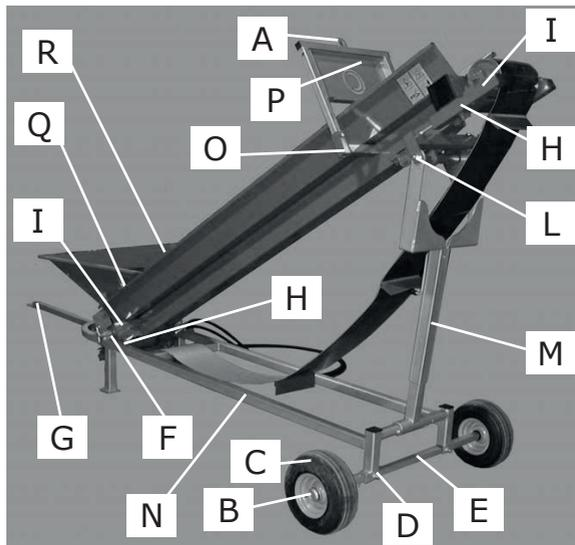

Abb. 6
1. Das Förderband in die Position bringen, die in Abbildung 6 gezeigt ist. Dazu wiederholt man das Installationsverfahren auf Seite 15 in umgekehrter Reihenfolge.
3. Die Befestigungsmuttern (**Bez. B Abb. 6**) lösen und die Räder (**Bez. C Abb. 6**) abmontieren;
4. Die Befestigungsschrauben (**Bez. D Abb. 6**) lösen und die Achse (**Bez. E Abb. 6**) entfernen;
5. Die Befestigungsschrauben (**Bez. F Abb. 6**) lösen und die Struktur mit der Bewegungsstange (**Bez. G Abb. 6**) entfernen;
6. Die Befestigungsschrauben (**Bez. H Abb. 6**) lösen und die Walze (**Bez. I Abb. 6**) entfernen;
8. Die Befestigungsbolzen (**Bez. L Abb. 6**) lösen und die Haltestruktur (**Bez. M Abb. 6**) soweit drehen, bis sie auf der Basisstruktur (**Bez. N Abb. 6**) aufliegt;
11. Die Befestigungsmuttern (**Bez. O Abb. 6**) lösen und den Schutz (**Bez. P Abb. 6**) abmontieren;
12. Die Sicherheitsdorne (**Bez. Q Abb. 6**) lösen und den Trichter (**Bez. R Abb. 6**) entfernen;
13. Die Bauteile (**Bez. C, E, G, I, P und R Abb. 6**) auf das Förderband legen und die Kiste zum Transport schließen.